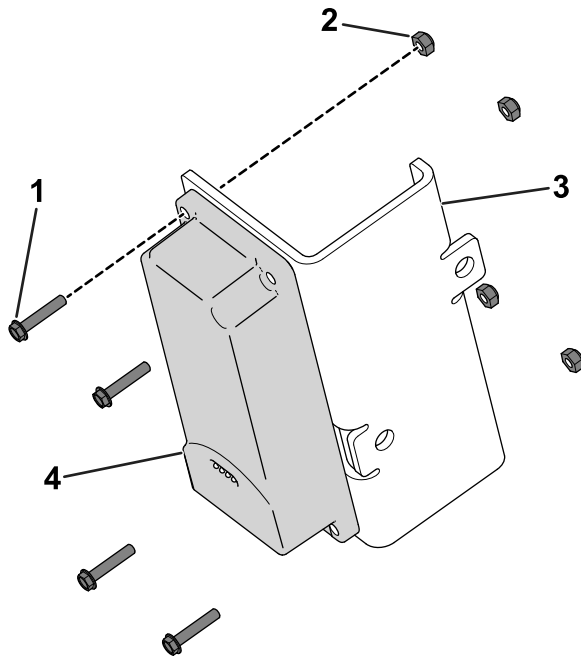

Figura 7
1. Utilizai 4 uruburi cu cap hexagonal (#10 x 1") i 4 contrapiulițe (#10) pentru a fixa dispozitivul telematic la consola dispozitivului (Figura 7).